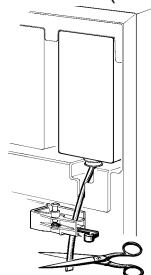

figura 4
- 4 - Tagliare il tubetto appena sopra la parte terminale di chiusura (vedere figura 4).